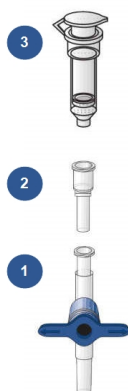

Figura 2. Montaje de los componentes del Kit DSP DNA Blood Mini de QIAamp para el procesamiento por vacío de las muestras.
Asegúrese de montar correctamente la columna de centrifugación QIAamp Mini, el VacConnector (VC) y la VacValve (consulte Figura 2).